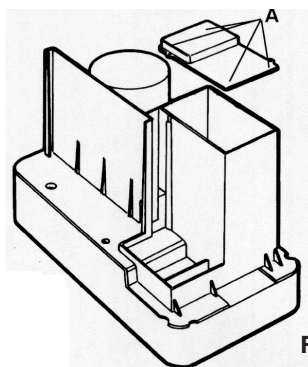
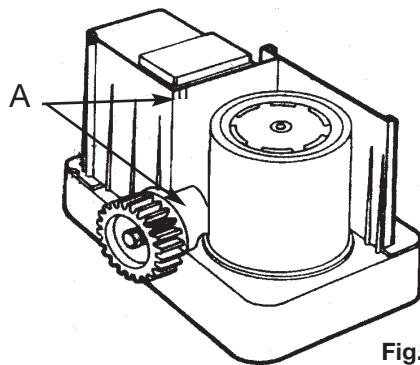
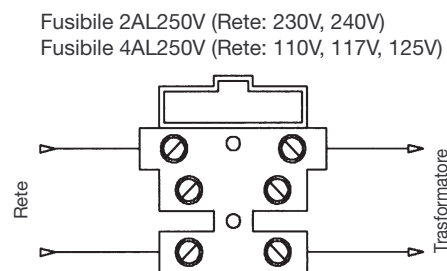

Fig. 7A
Fig. 7B
Fig. 7C
- 1 - La centralina di comando viene alimentata da un trasformatore di sicurezza. Per collegare l'alimentazione all'automazione svitare le 4 viti e togliere il coperchio (Fig. 7A), entrare con il cavo RETE 230Vc.a. come da punto A, Fig. 7B e collegarlo nella morsetteria come nella Fig. 7C.